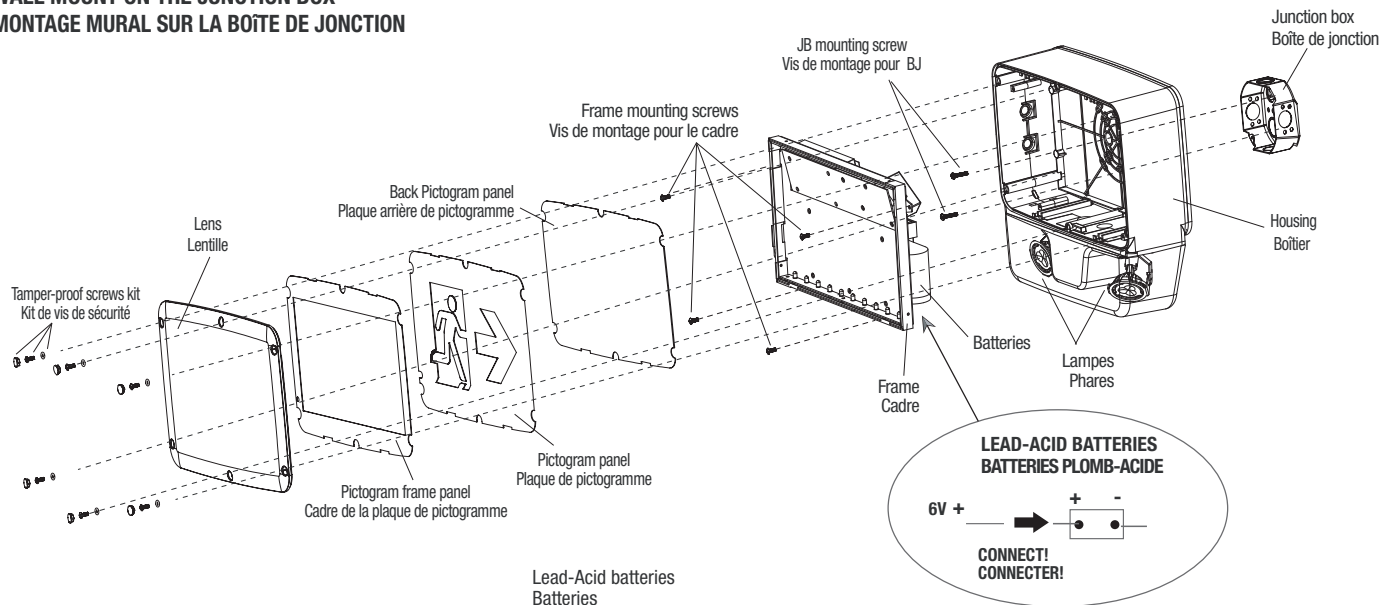

Fig. 1
## WALL MOUNT ON THE JUNCTION BOX (Fig. 1)
3. Remove the lens, pictogram panels assembly (three pieces) and interior housing frame (unscrew the four frame mounting screws, using a screwdriver PH2X) (Fig. 1).
- For the batterie lead-Acid connect the cable between the circuit board and the not connected electrical pole ("+" red color) of the battery (see Fig. 1 detail).
## MONTAGE MURAL SUR LA BOÎTE DE JONCTION (Fig. 1)
3. Enlever la lentille, l'assemblage des panneaux de pictogramme (trois pièces) et le cadre intérieur du boîtier (dévisser les quatre vis de montage en utilisant le tournevis PHx2) (Fig. 1).
- For the batterie Lead-Acid connect the cable between the circuit board and the not connected electrical pole ("+" red color) of the battery (see Fig. 1 detail).
7. Enlever la lentille, l'assemblage des panneaux de pictogramme (trois pièces) et le cadre intérieur du boîtier (dévisser les quatre vis de montage en utilisant le tournevis PHx2) (Fig. 1)